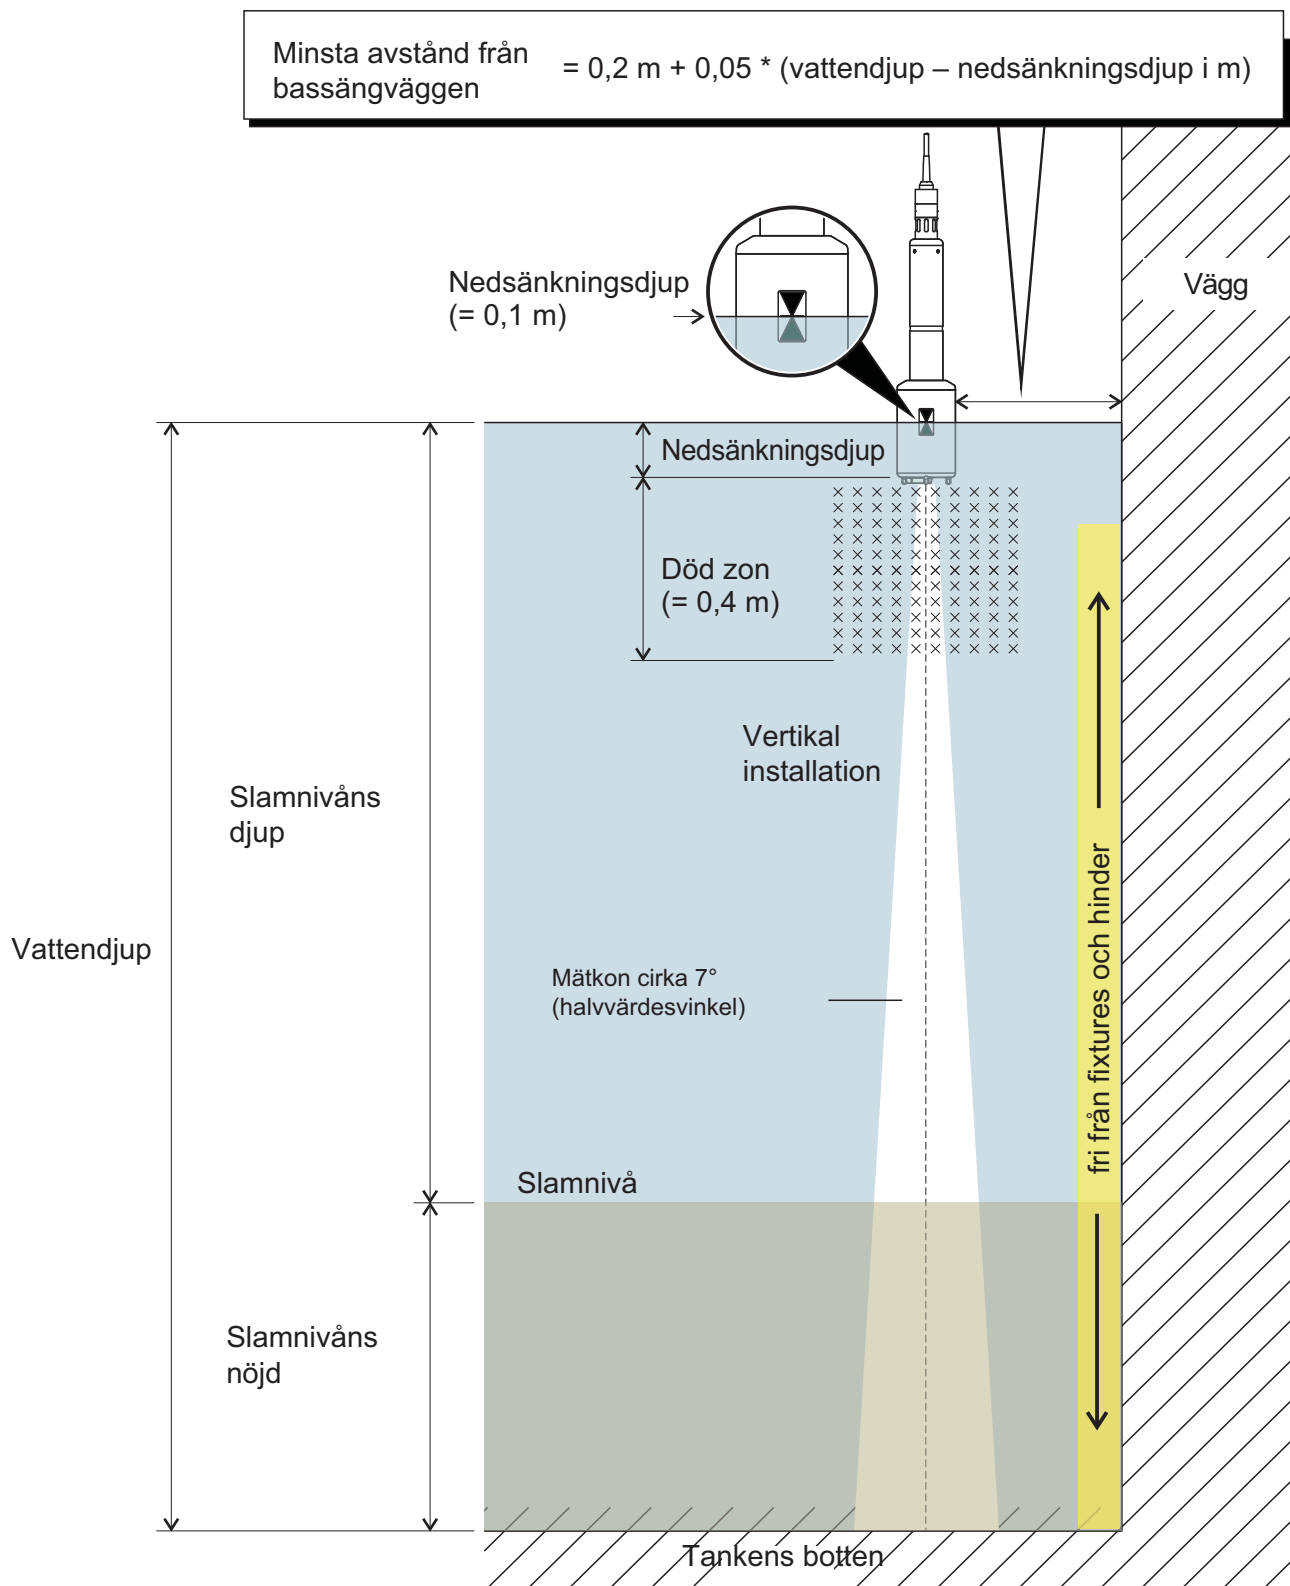

Fig. 3-1 Idealisk installationsmiljö
- Tillräckligt avstånd från bassängväggen (minsta avstånd, se formel i Fig. 3-1). Om avståndet till bassängens vägg är litet bör väggen vara ganska slät.